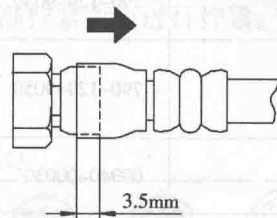

图 1-5 示意图 (5)
(2) 如图 1-5 所示, 在将软管完全插入匹配接头后, 将它向回拉一下, 以检查它的连接情况。当向回拉